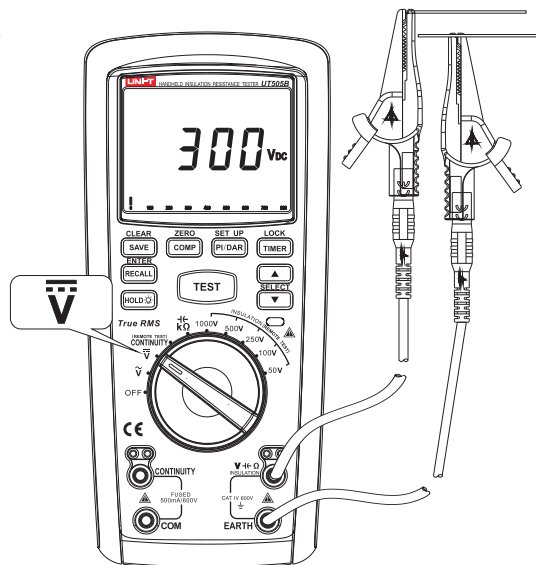

图5
2、直流电压测量(见图5)
- ① 将红色表笔插入"V"插孔(红色孔),黑色表笔插入"EARTH"插孔(黑色孔)。
- ② 将转盘开关旋转至"V"档位,并将表笔并联到待测电源或者负载两端上。
- ③ 从显示屏上即可读出当前的直流电压测量值。
- ④ 在测量过程中如果想保存测量电压值只需按下"SAVE/CLEAR"按键即可保存。